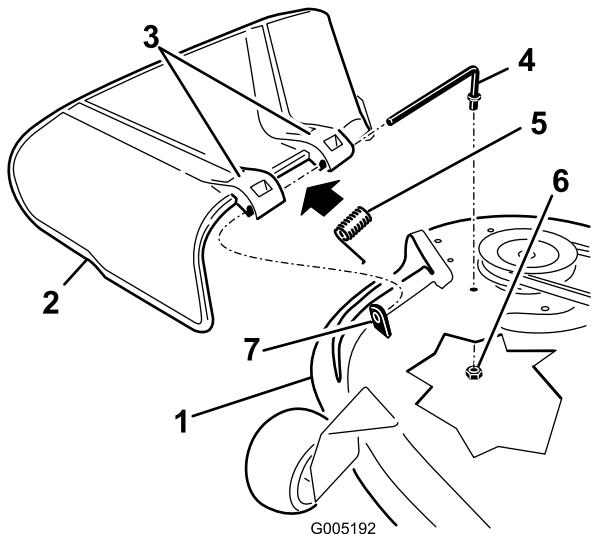

Figure 58
1. Retirez l'écrou (3/8 po) de la tige, sous le tablier de coupe (Figure 58).
2. Sortez la tige de la courte cheville de positionnement, du ressort et du déflecteur d'herbe (Figure 58).
4. Remettez en place le déflecteur d'herbe (Figure 58).
7. Insérez la tige dans le deuxième support du déflecteur d'herbe (Figure 58).
9. Fixez l'extrémité arrière de la tige dans le tablier de coupe à l'aide d'un écrou (3/8 po), comme montré à la Figure 58.